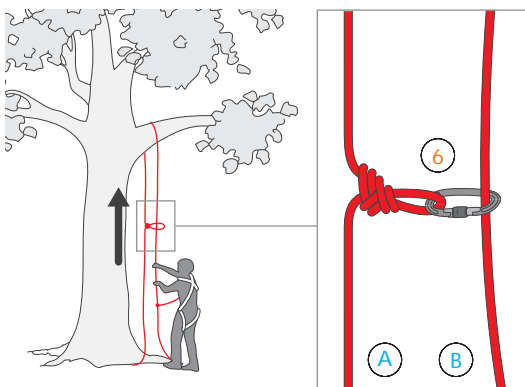

Fig. 6
La cuerda fijada a la rama funciona en este caso como línea de ascenso. El operario hace un nudo en un extremo de la cuerda (A), inserta un conector EN 362 (6) y pasa por su interior el otro extremo de la cuerda (B). A continuación, recupera el extremo B, de modo que el sistema quede anclado en torno a la rama (Fig. 6). Seguidamente, instala en las dos cuerdas un puño bloqueador doble (7) (Fig. 7). Además, es necesario disponer de un sistema de seguridad (como un nudo autofrenante (8) en la cuerda B, para facilitar la progresión.
La corda posizionata sulla branca avrà la funzione, in questo caso, di corda di risalita. L'operatore dovrà costruire un'asola su un lato di tale corda (A), inserirvi un connettore EN 362 (6) e farlo passare nel lato opposto della stessa (B). Successivamente potrà recuperare il lato B in modo che il sistema si blocchi in prossimità della branca (Fig. 6). A questo punto potrà installare su entrambi i lati della corda, una maniglia di risalita doppia (7) (Fig. 7). In aggiunta ad essa potranno essere collocati, sul lato B, un sistema di sicurezza (es. nodo autobloccante) e un eventuale bloccante da piede (8) per facilitare la progressione.